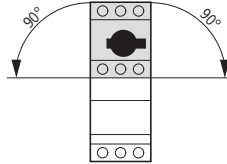

Abbildung 7: Zugelassene Einbaulagen für Motorschutzschalter PKZM0/XTPR...BC1
- ▶ Montieren Sie den Motorschutzschalter nur wie in Abb. 7 dargestellt.